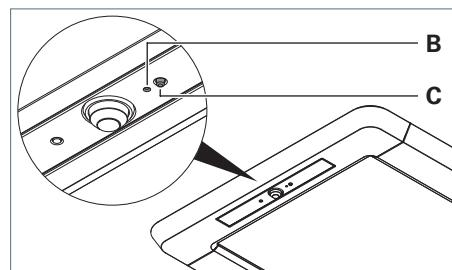
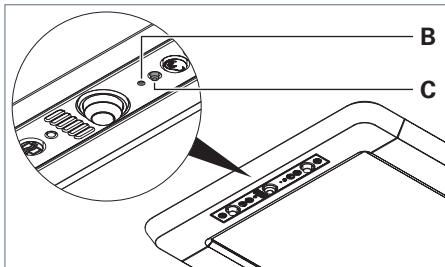

Fig. 19: Bedienelement einlernen, Ausführung R.
Fig. 20: Bedienelement einlernen, Ausführung RX.
- ▶ Drücken Sie die Taste in der Öffnung **B** mit dem Ende einer aufgebogenen Büroklammer, siehe Fig. 19 und siehe Fig. 20.
- ▶ Drücken Sie die Taste **C**, siehe Fig. 19 und siehe Fig. 20.
- ▶ Drücken Sie die Taste **C** und halten Sie diese Taste gedrückt, siehe Fig. 19 und siehe Fig. 20.